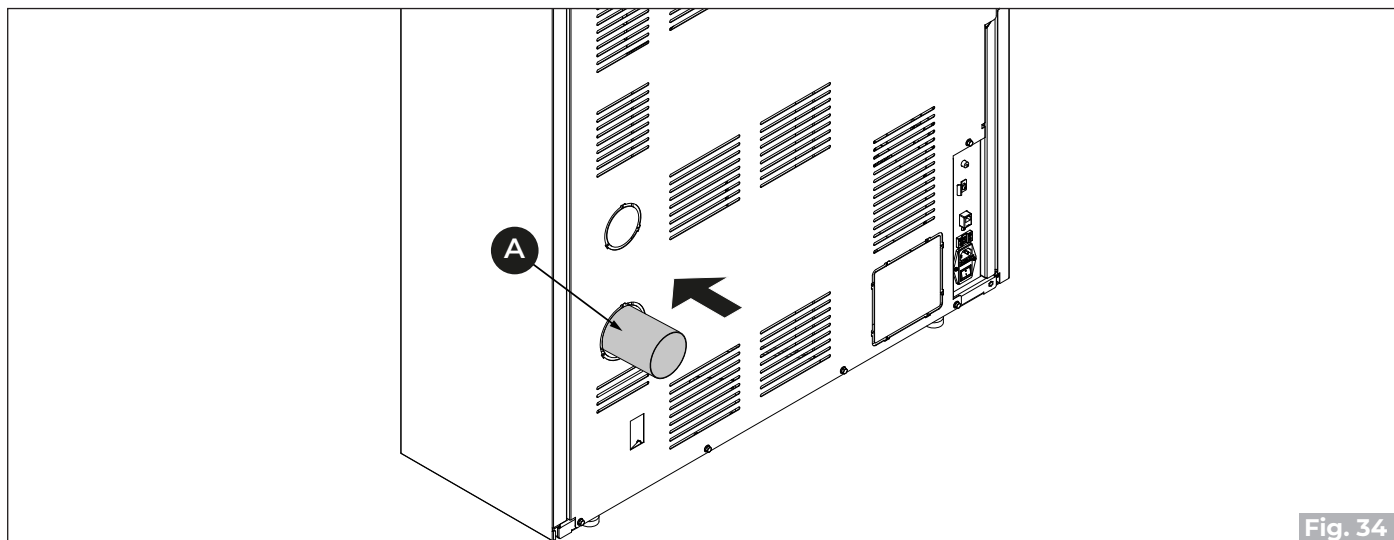

Fig. 34
- Raccorder le tube d'évacuation de la fumée **(A)** («Fig. 34»)